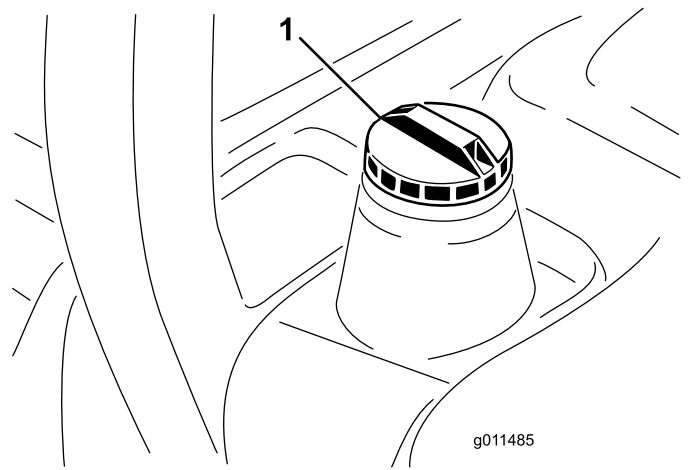

Figura 16
3. Retire el tapón del depósito de combustible (Figura 16).